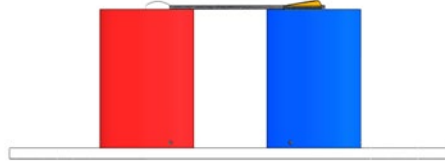

图 5 与两壶均接触的箭
2.6.3 在某得分处任意 1 个壶中有 1 支箭，记 1 分；如果在某得分处的两个壶中各有 1 支箭，则实现一个“成双”，记 8 分。如果某支箭与壶架上的两个壶或壶中的箭均有接触，如图 5 所示，它可以得分，但不是某一壶中的箭，在“成双”中不予考虑。